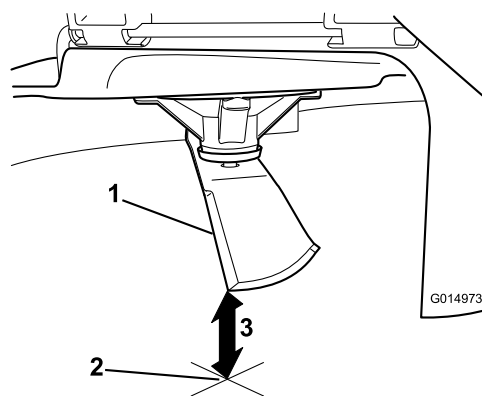

Figura 100
3. Mida desde la punta de la cuchilla hasta la superficie plana (Figura 100).